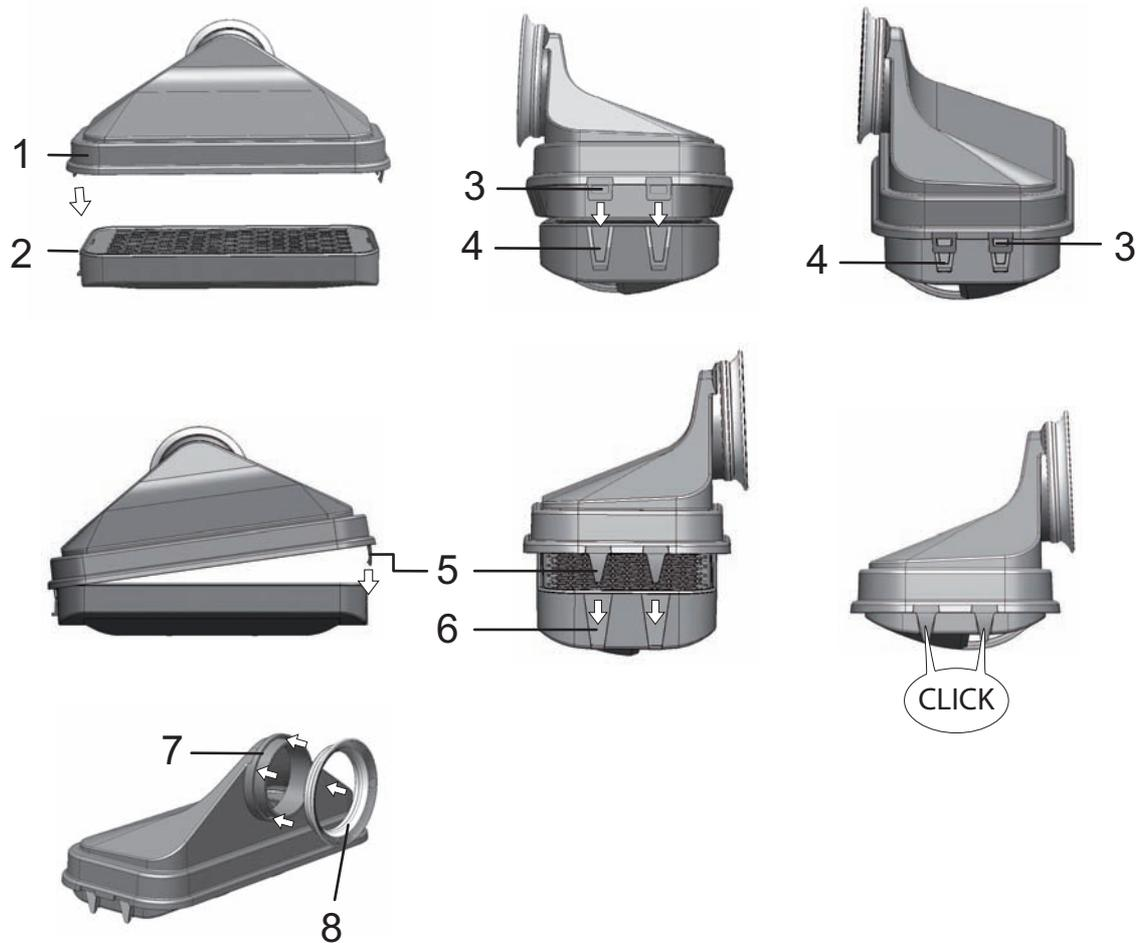

Figura 9-7. Montar el filtro HEPA
6. Girar la Airbox y desacoplar las bridas (5/Figura 9-7) del lado izquierdo de la Airbox fuera de las muescas (6/Figura 9-7) del filtro HEPA.
7. Extraer las bridas del lado derecho (3/Figura 9-7) de la Airbox (1/Figura 9-7) de las ranuras correspondientes en el filtro HEPA (4/Figura 9-7).
8. Colocar el nuevo filtro HEPA en la Airbox (1/Figura 9-7) y encajarlo.